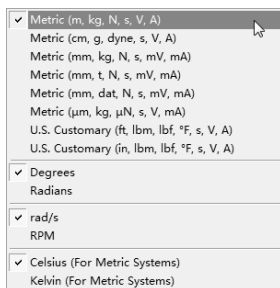

图 12-70 设置分析单位
2) 选择【Units】|【Metric (m,kg,N,s,V,A)】命令, 设置分析单位, 如图 12-70 所示。